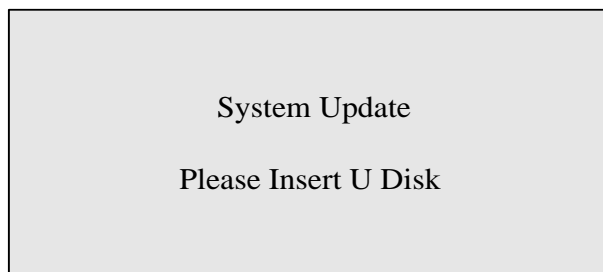

Fig. G-1
1. Pulse simultáneamente las teclas  y  para que el equipo se ponga en el modo de actualización, la pantalla se verá como la de la fig. G-1